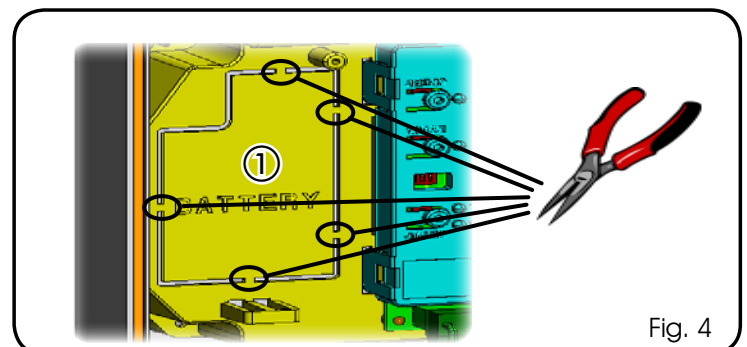

Fig. 4
Ce support (réf. ① Fig.4) a été préformé pour permettre l'ouverture du logement de la batterie.